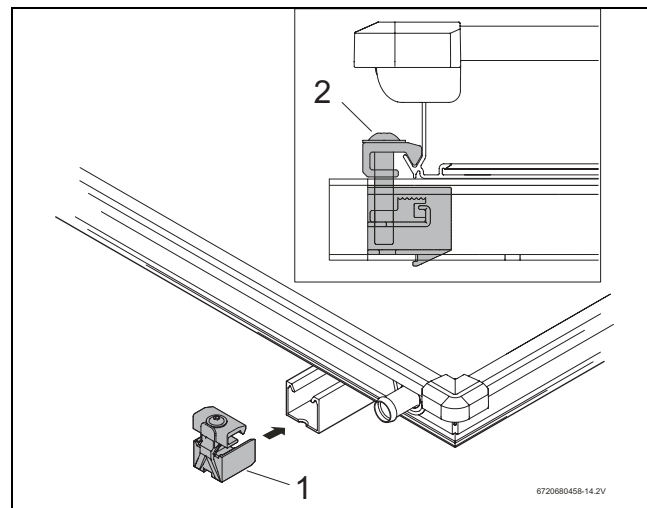

Fig. 53 Tendeur simple gauche
- Insérer le tendeur simple (→ fig. 53, [1]) dans les extrémités du rail profilé.
Le serre-flanc (→ fig. 53, [2]) du tendeur s'insère maintenant dans le bord inférieur du capteur.